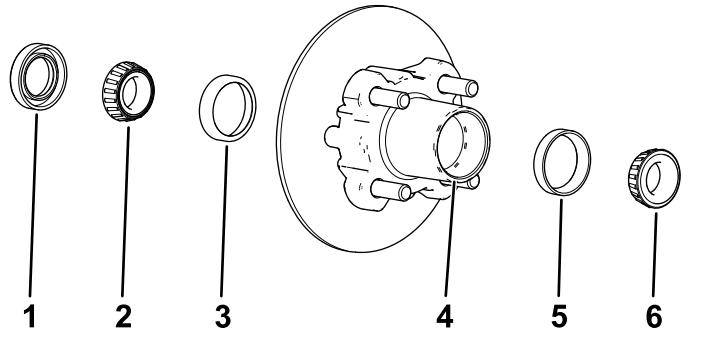

Figura 27
- 1. Rimuovete il cuscinetto esterno e il relativo anello dal mozzo (Figura 27).
- 2. Rimuovete la guarnizione e il cuscinetto interno dal mozzo (Figura 27).
5. Pulite la cavità del mozzo da tutto il grasso, la sporcizia e i detriti (Figura 27).
7. Riempite la cavità del mozzo per il 50–80% di grasso specificato (Figura 27).
8. Montate il cuscinetto interno sull'anello sul lato interno del mozzo e montate la guarnizione (Figura 27).